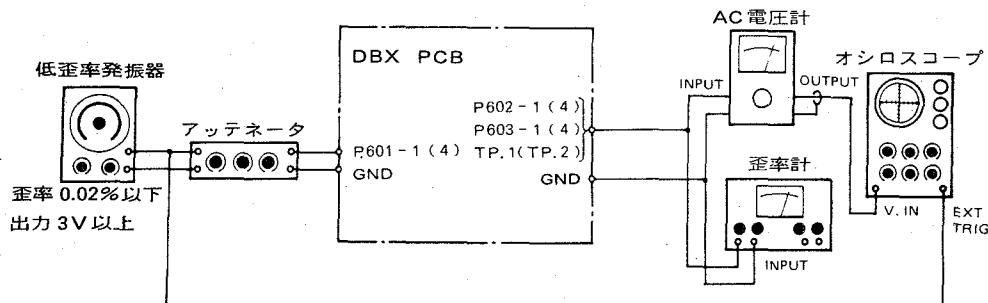
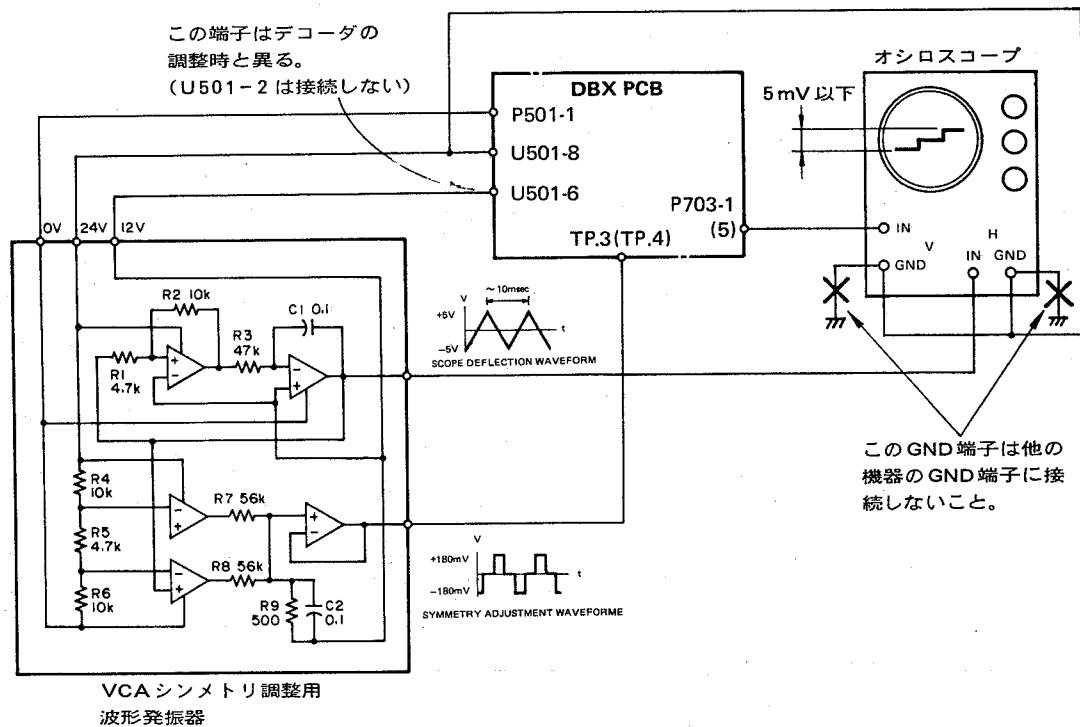

図22 デコーダ調整時の接続
図 23 VCA シンメトリ調整の接続(エンコーダ)
- 測定器を図23のように接続する。
- P 601～P 603の線材を外し、図22のように測定器を接続する。(各コネクタのピン1はLch, ピン4はR ch) 図23
- 測定器の接続を図22に戻す。